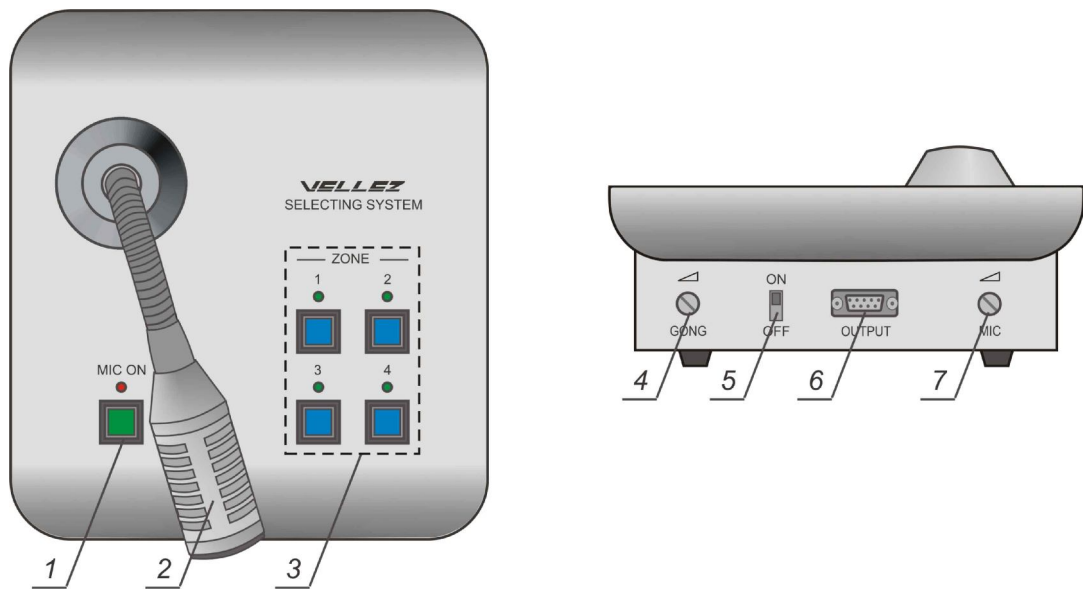

Рисунок 4
7.4 Розміщення органів управління на пульті мікрофонному наведено на рис. 4.